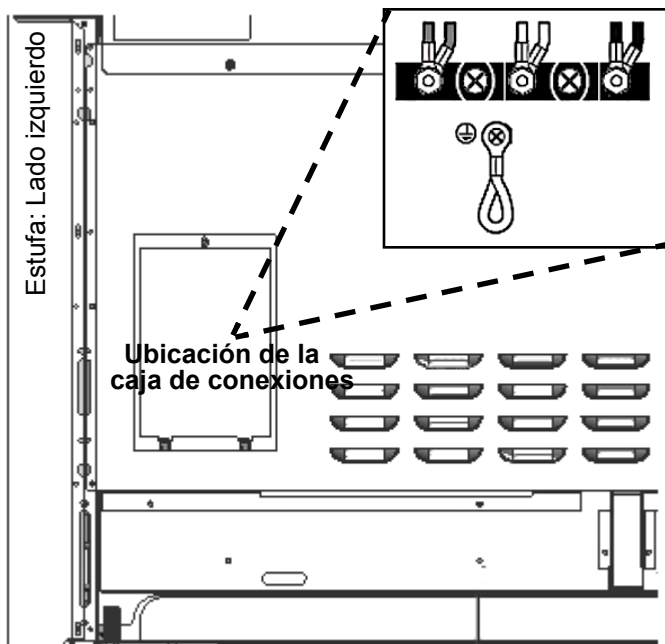
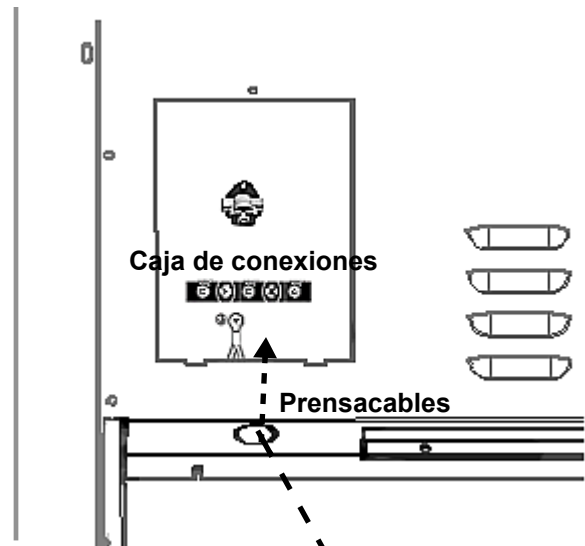

Figura 15: Ubicación de la caja de conexiones
Figura 16: Ubicación del prensacables
Se pueden conectar los aparatos directamente a la fuente de alimentación. El instalador debe suministrar un conducto flexible de aluminio aprobado, de un tamaño comercial de 3/4 pulg. (19 mm), de una longitud máxima de 6 pies (1,8 metro). Localice la caja de conexiones en la parte trasera del aparato y quite la cubierta (consulte la Figura 15). Se debe fijar el conducto a la caja de conexiones utilizando un conector de conducto aprobado. Se debe conectar la extremidad libre del conector de conducto a una caja de conexiones instalado en la zona de alimentación eléctrica, como se muestra en la Figura 3.
Instale un prensacables (no incluido) en el orificio de 1 pulg. (25,4 mm) de diámetro situado debajo de la caja de conexiones (vea la Figura 16). El cableado del aparato debe llegar hasta la caja de conexiones mediante el conducto, pasando a través del prensacables. Las extremidades de los cables deben tener fijadas lengüetas cerradas de 1/4 pulg., preferentemente soldadas en su lugar. Realice las conexiones a la caja de conexiones incluida (vea la Figura 15).
2. Instale el prensacables (no incluido con la estufa) en el orificio de 1 pulg. (6 mm) de diámetro situado en el panel trasero, debajo de la caja de conexiones (vea la *Figura 16*). Pase los cables por el prensacables.